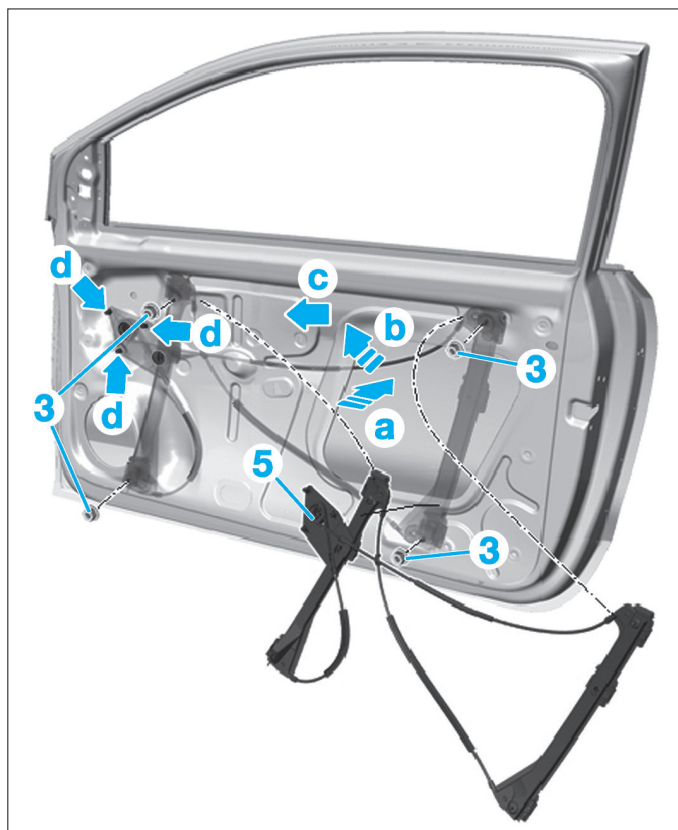

FIG. 85
- Introduire le mécanisme à travers la découpe en (a) (Fig.85), puis en (b).